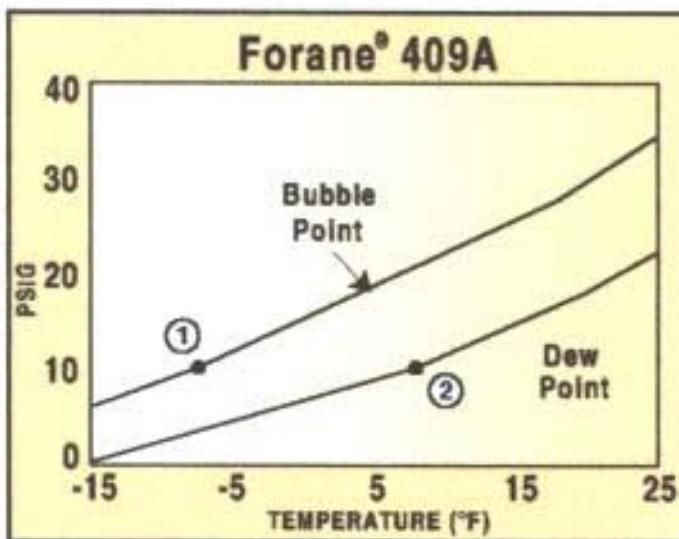

Рисунок 1. Зависимость температуры от давления. 3 – Температура начала кипения; 4 - Точка росы; 5 – Давление, фунт/дюйм²; 6 – Температура, °Ф.
- Согласно диаграмме зависимости температуры от давления для 409A (рисунок 1) Точка росы (пара) для R-409A, равная 15°Ф, соответствует давлению пара 15,4 фунт/дюйм² (1,08 кг/см²). Это давление равно давлению всасывания компрессора.